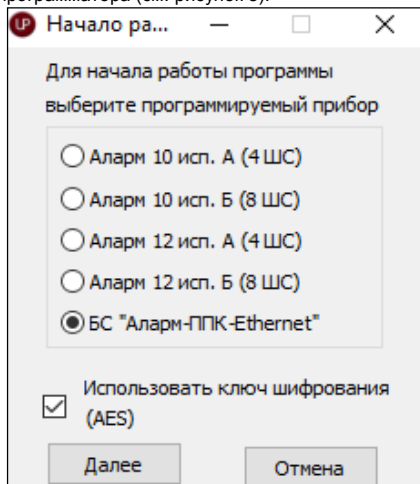

Рис.8 Скриншот окна «Начало работы» программатора «UNIPROG»
- 14) на ПЭВМ с помощью исполнительного файла «UniProg v.3.1.4.exe» запустить программатор «UNIPROG». Открывается окно «Начало работы» программатора (см. рисунок 8).